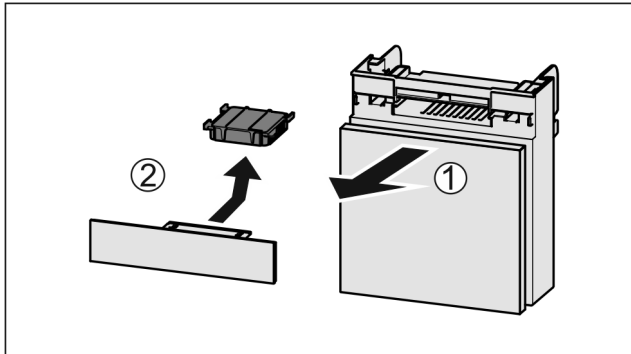

Fig. 128
- ▶ Вытянуть Fig. 128 (1) отделение движением вперед.
- ▶ Извлечение Fig. 128 (2) фильтра с активированным углем.